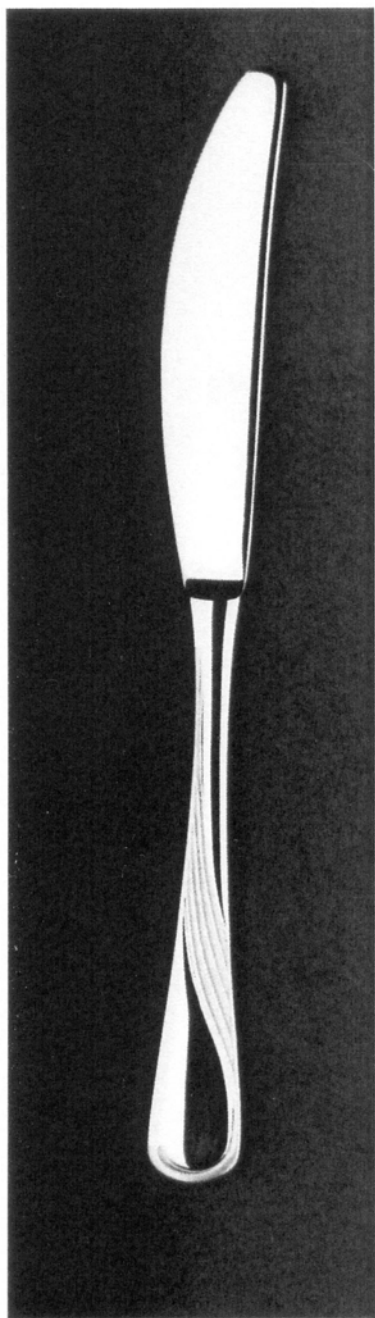

Fig. 1.9.1
- Fig. 1.9.1. przedstawia widok noża obiadowego z przodu